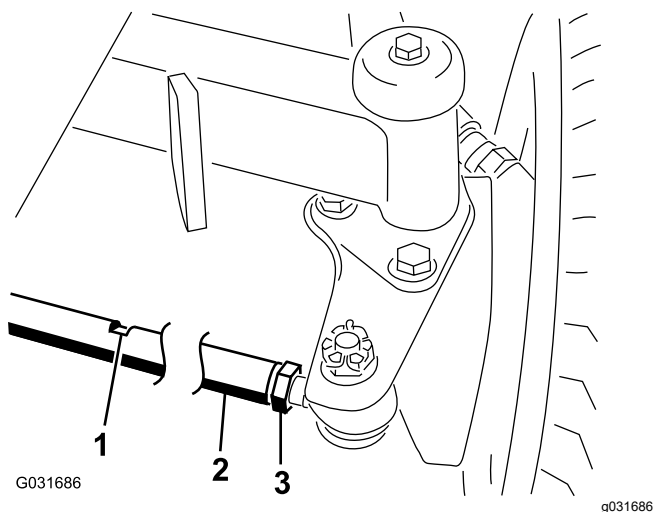

Figura 84
2. Slăbiți contrapiulița de la fiecare capăt al tijei (Figura 84).